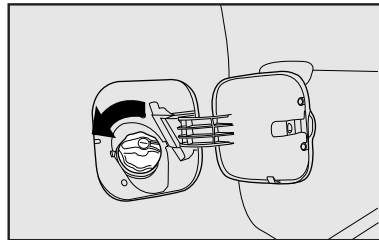

fig. 125
- Gire la tapa en sentido antihorario hasta que esta se libere **fig. 125**.